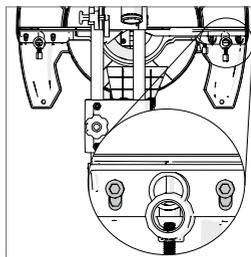

Fig. 18
- La battuta è fissata mediante due viti a brugola, situate su entrambi i lati della battuta in fessure allungate. (Fig.18)